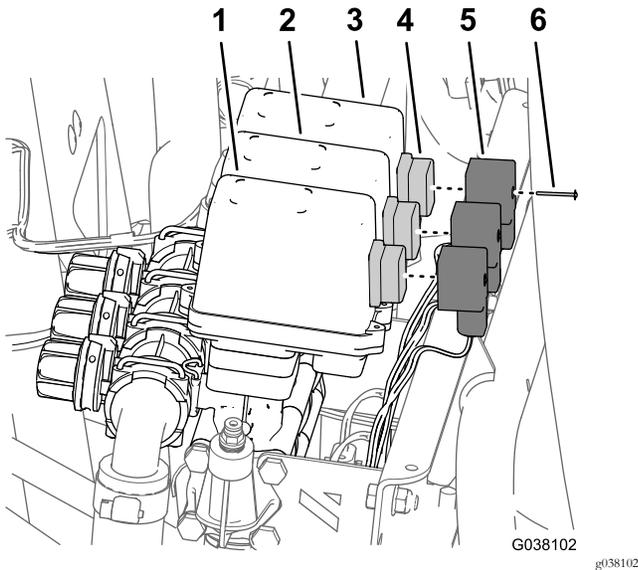

Figure 6
1. Retirez la vis qui fixe le connecteur à 3 contacts du faisceau étiqueté « RIGHT SPRAY VALVE » de la vanne de pulvérisation droite (Figure 6).
2. Débranchez le connecteur à 3 contacts du faisceau de la vanne de pulvérisation (Figure 6).